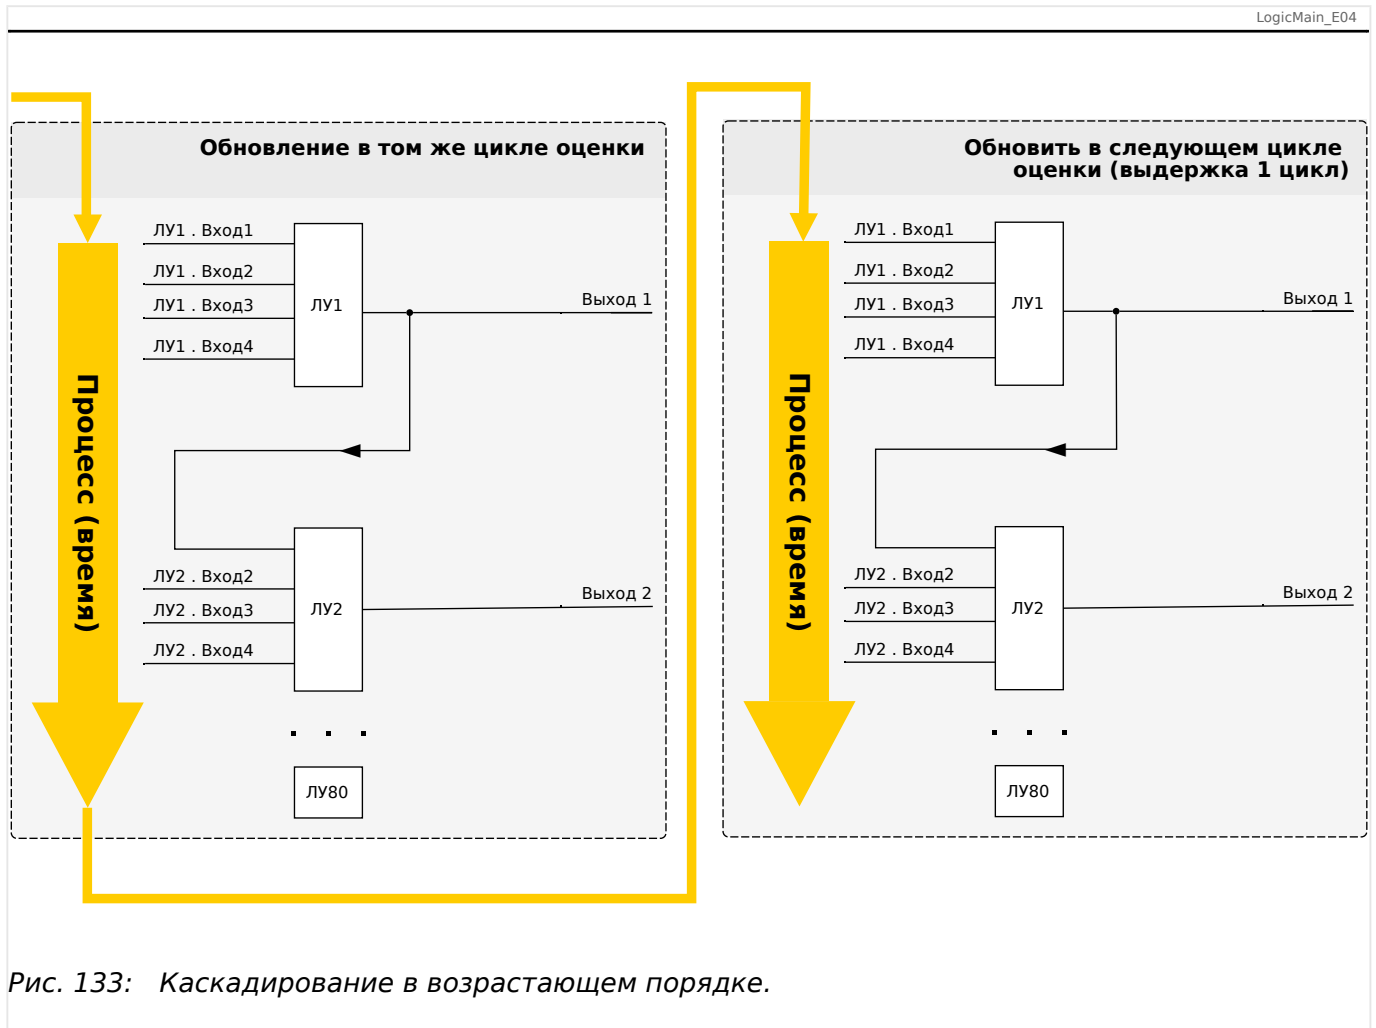
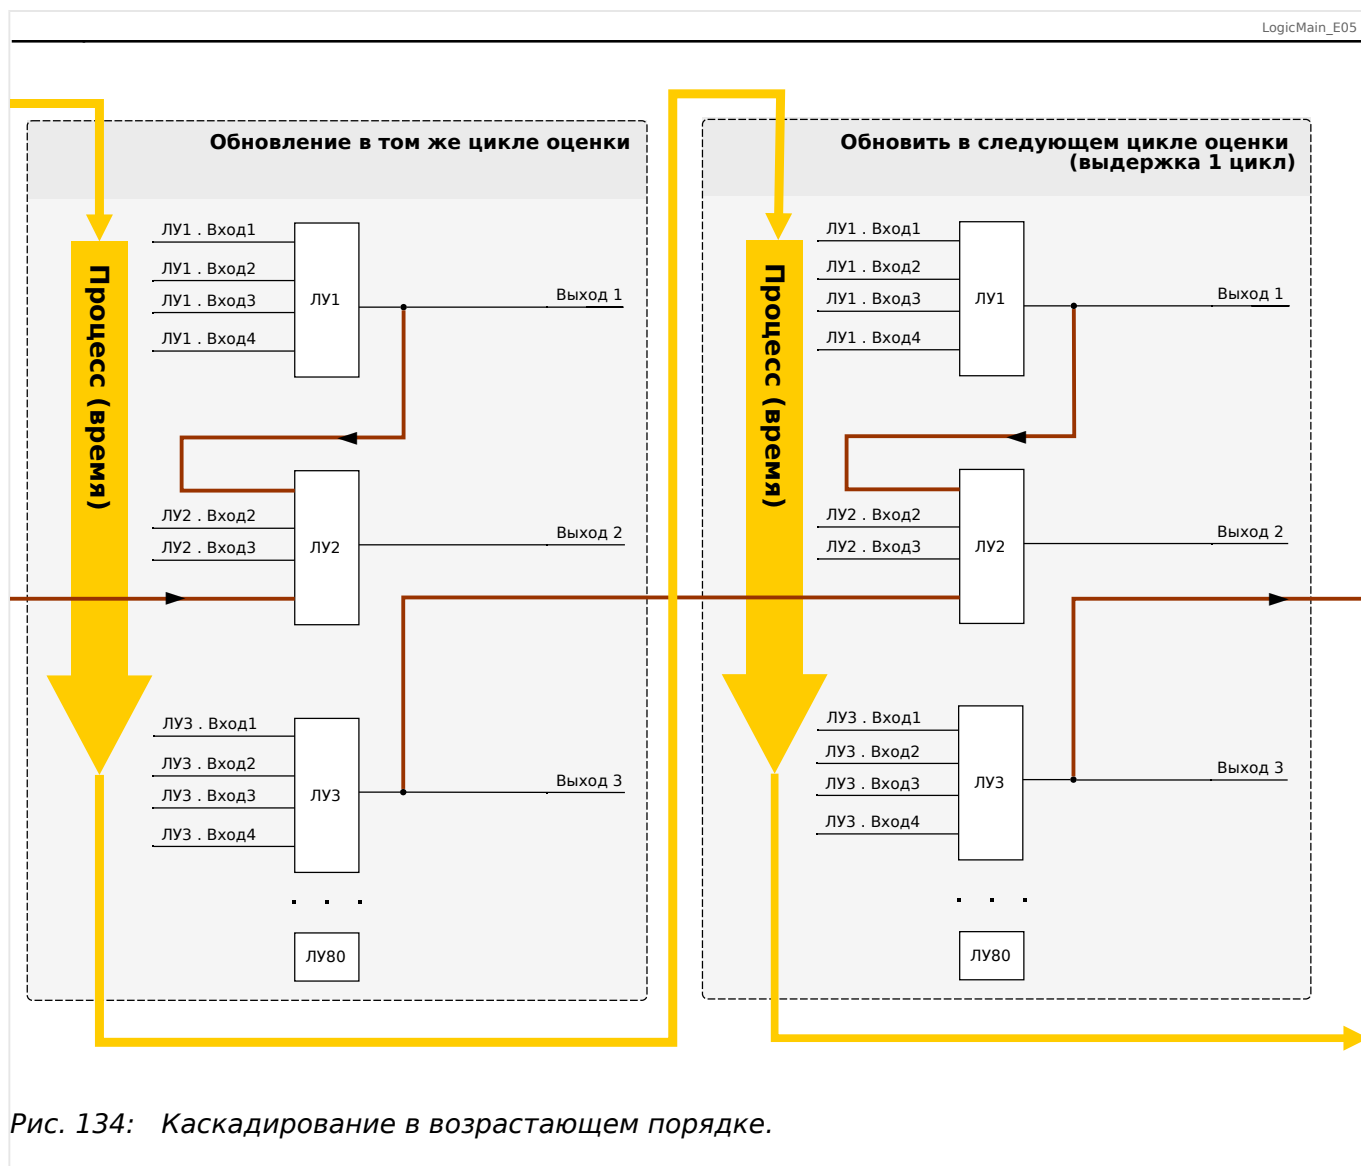

Рис. 133: Каскадирование в возрастающем порядке.
Рис. 134: Каскадирование в возрастающем порядке.
- **Возрастающий** порядок означает, что некий выходной сигнал поступает на вход одного из логических уравнений с **более высоким** номером. На приведенном ниже графике  **Рис. 133** приводится пример, когда результат логического уравнения ЛУ1 используется в качестве входного сигнала для логического уравнения ЛУ2.
- **Нисходящая** последовательность означает, что некий выходной сигнал поступает на вход одного из логических уравнений с **меньшим** номером. На графике  **Рис. 134** приводится пример, когда результат логического уравнения ЛУ3 используется в качестве входного сигнала для логического уравнения ЛУ2.
И возрастающий, и убывающий порядки можно не только использовать, но и комбинировать, при этом разница будет заметна не сразу. Однако, как показано в разделах  **Рис. 133** и  **Рис. 134** ниже, благодаря определению состояний всех уравнений в возрастающем порядке фактические рабочие значения, поступающие на вход любого из них, будут иной степени зрелости.
В представленном выше примере  Рис. 134 для «логического уравнения 2» используются состояния выходов двух других уравнений — «логического уравнения 1» и «логического уравнения 3». Результат «логического уравнения 1» используется в возрастающем порядке и, следовательно, определен в ходе того же рабочего цикла. Результат «логического уравнения 3» используется в убывающем порядке и, следовательно, определен в ходе предыдущего рабочего цикла.